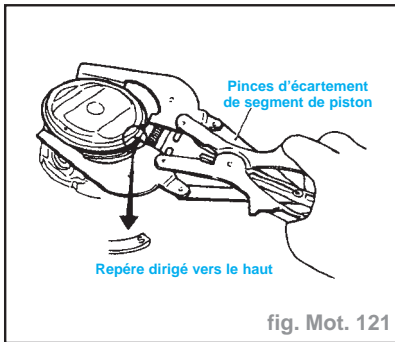

fig. Mot. 121
- Reposer les segments de piston comme indiqué sur le schéma (fig. Mot. 121).